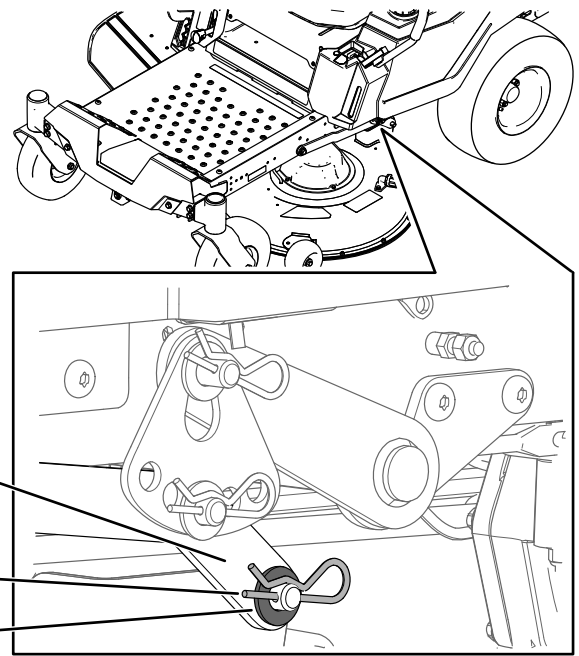

Figura 66
6. En un lado de la máquina, retire la arandela y la chaveta del pasador de la carcasa (Figura 66).
7. Retire el brazo de elevación del pasador de la carcasa (Figura 66).
de elevación en el pasador de la carcasa (Figura 66).
6. Instale el brazo de elevación usando la arandela y la chaveta (Figura 66).